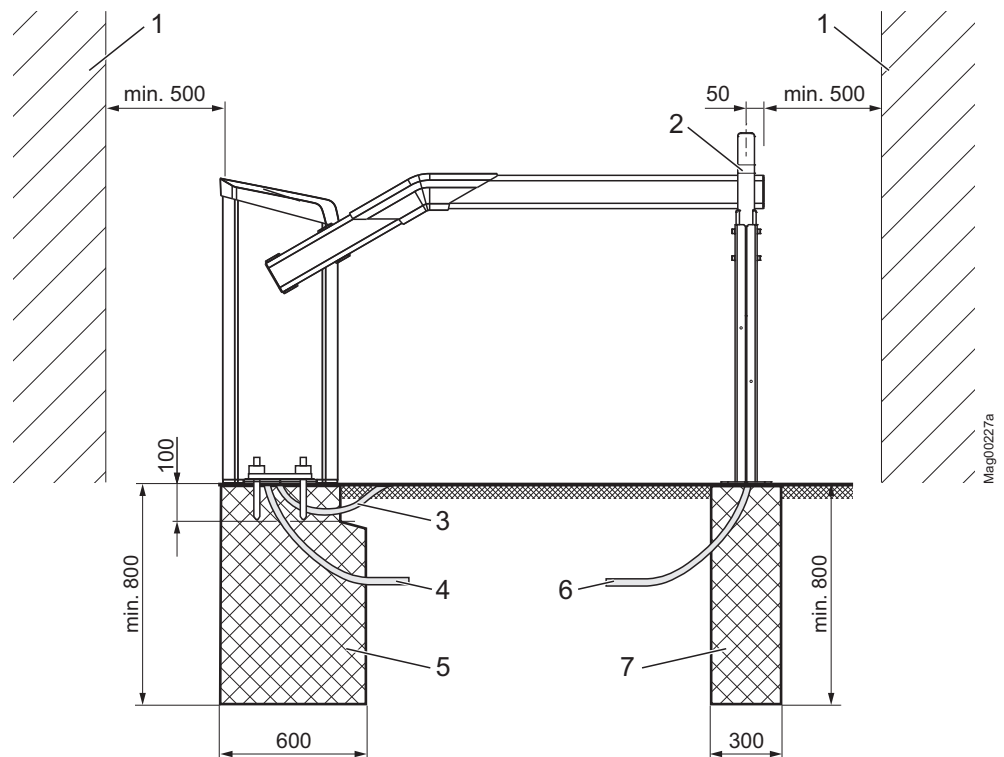
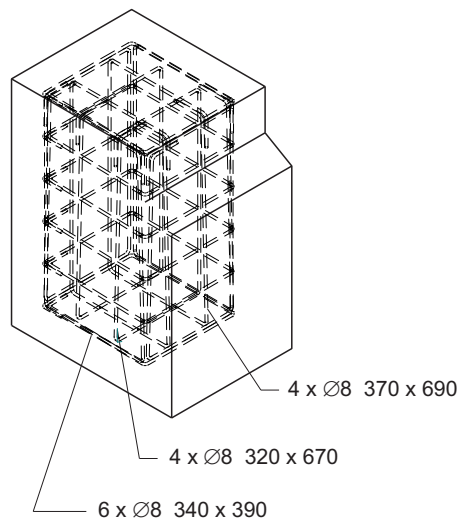
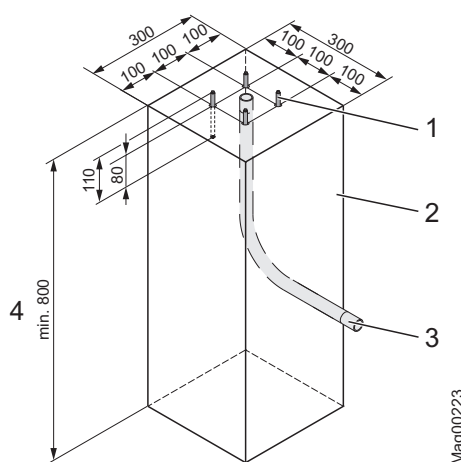

Bild 13: Montering bomsystem, här beskrivet för bomtyp "Access/Parking" (mått i mm)
Bild 15: Armeringsnät (mått i mm)
Bild 17: Fundamentschema stöd Stolpe och fotocells stolpe (mått i mm)
<p>Kläm- och skärrisk vid för kort säkerhetsavstånd mellan bommen och andra föremål!</p> <p>En stängning eller öppning av bomröret kan vid ett för kort säkerhetsavstånd från andra föremål leda till svåra klämskador eller andra skador!</p> <p>Därför:</p> <ul style="list-style-type: none">– Mellan bomröret och andra objekt, såsom väggar, murar och hus, måste det finnas ett säkerhetsavstånd på minst 500 mm. → Se sida 24, kapitel 2.7.– Montera och installera bomsystemet enligt Bild 13.
→ Se sidan 51, Bild 13.
→ Se sidan 51, Bild 13 till sidan 53, Bild 15.
- Armeringsnät enligt bilden Bild 15.
1. Schakta fundamenthållet enligt Bild 13 och Bild 14.
2. Placera armeringsnätet enligt Bild 15 i fundamenthållet.
1. Schakta ur fundamentet enligt Bild 13 och Bild 17.
2. Placera tomröret enligt Bild 17 i fundamentet.
4. Gjut fundamentet med betong enligt Bild 17 .